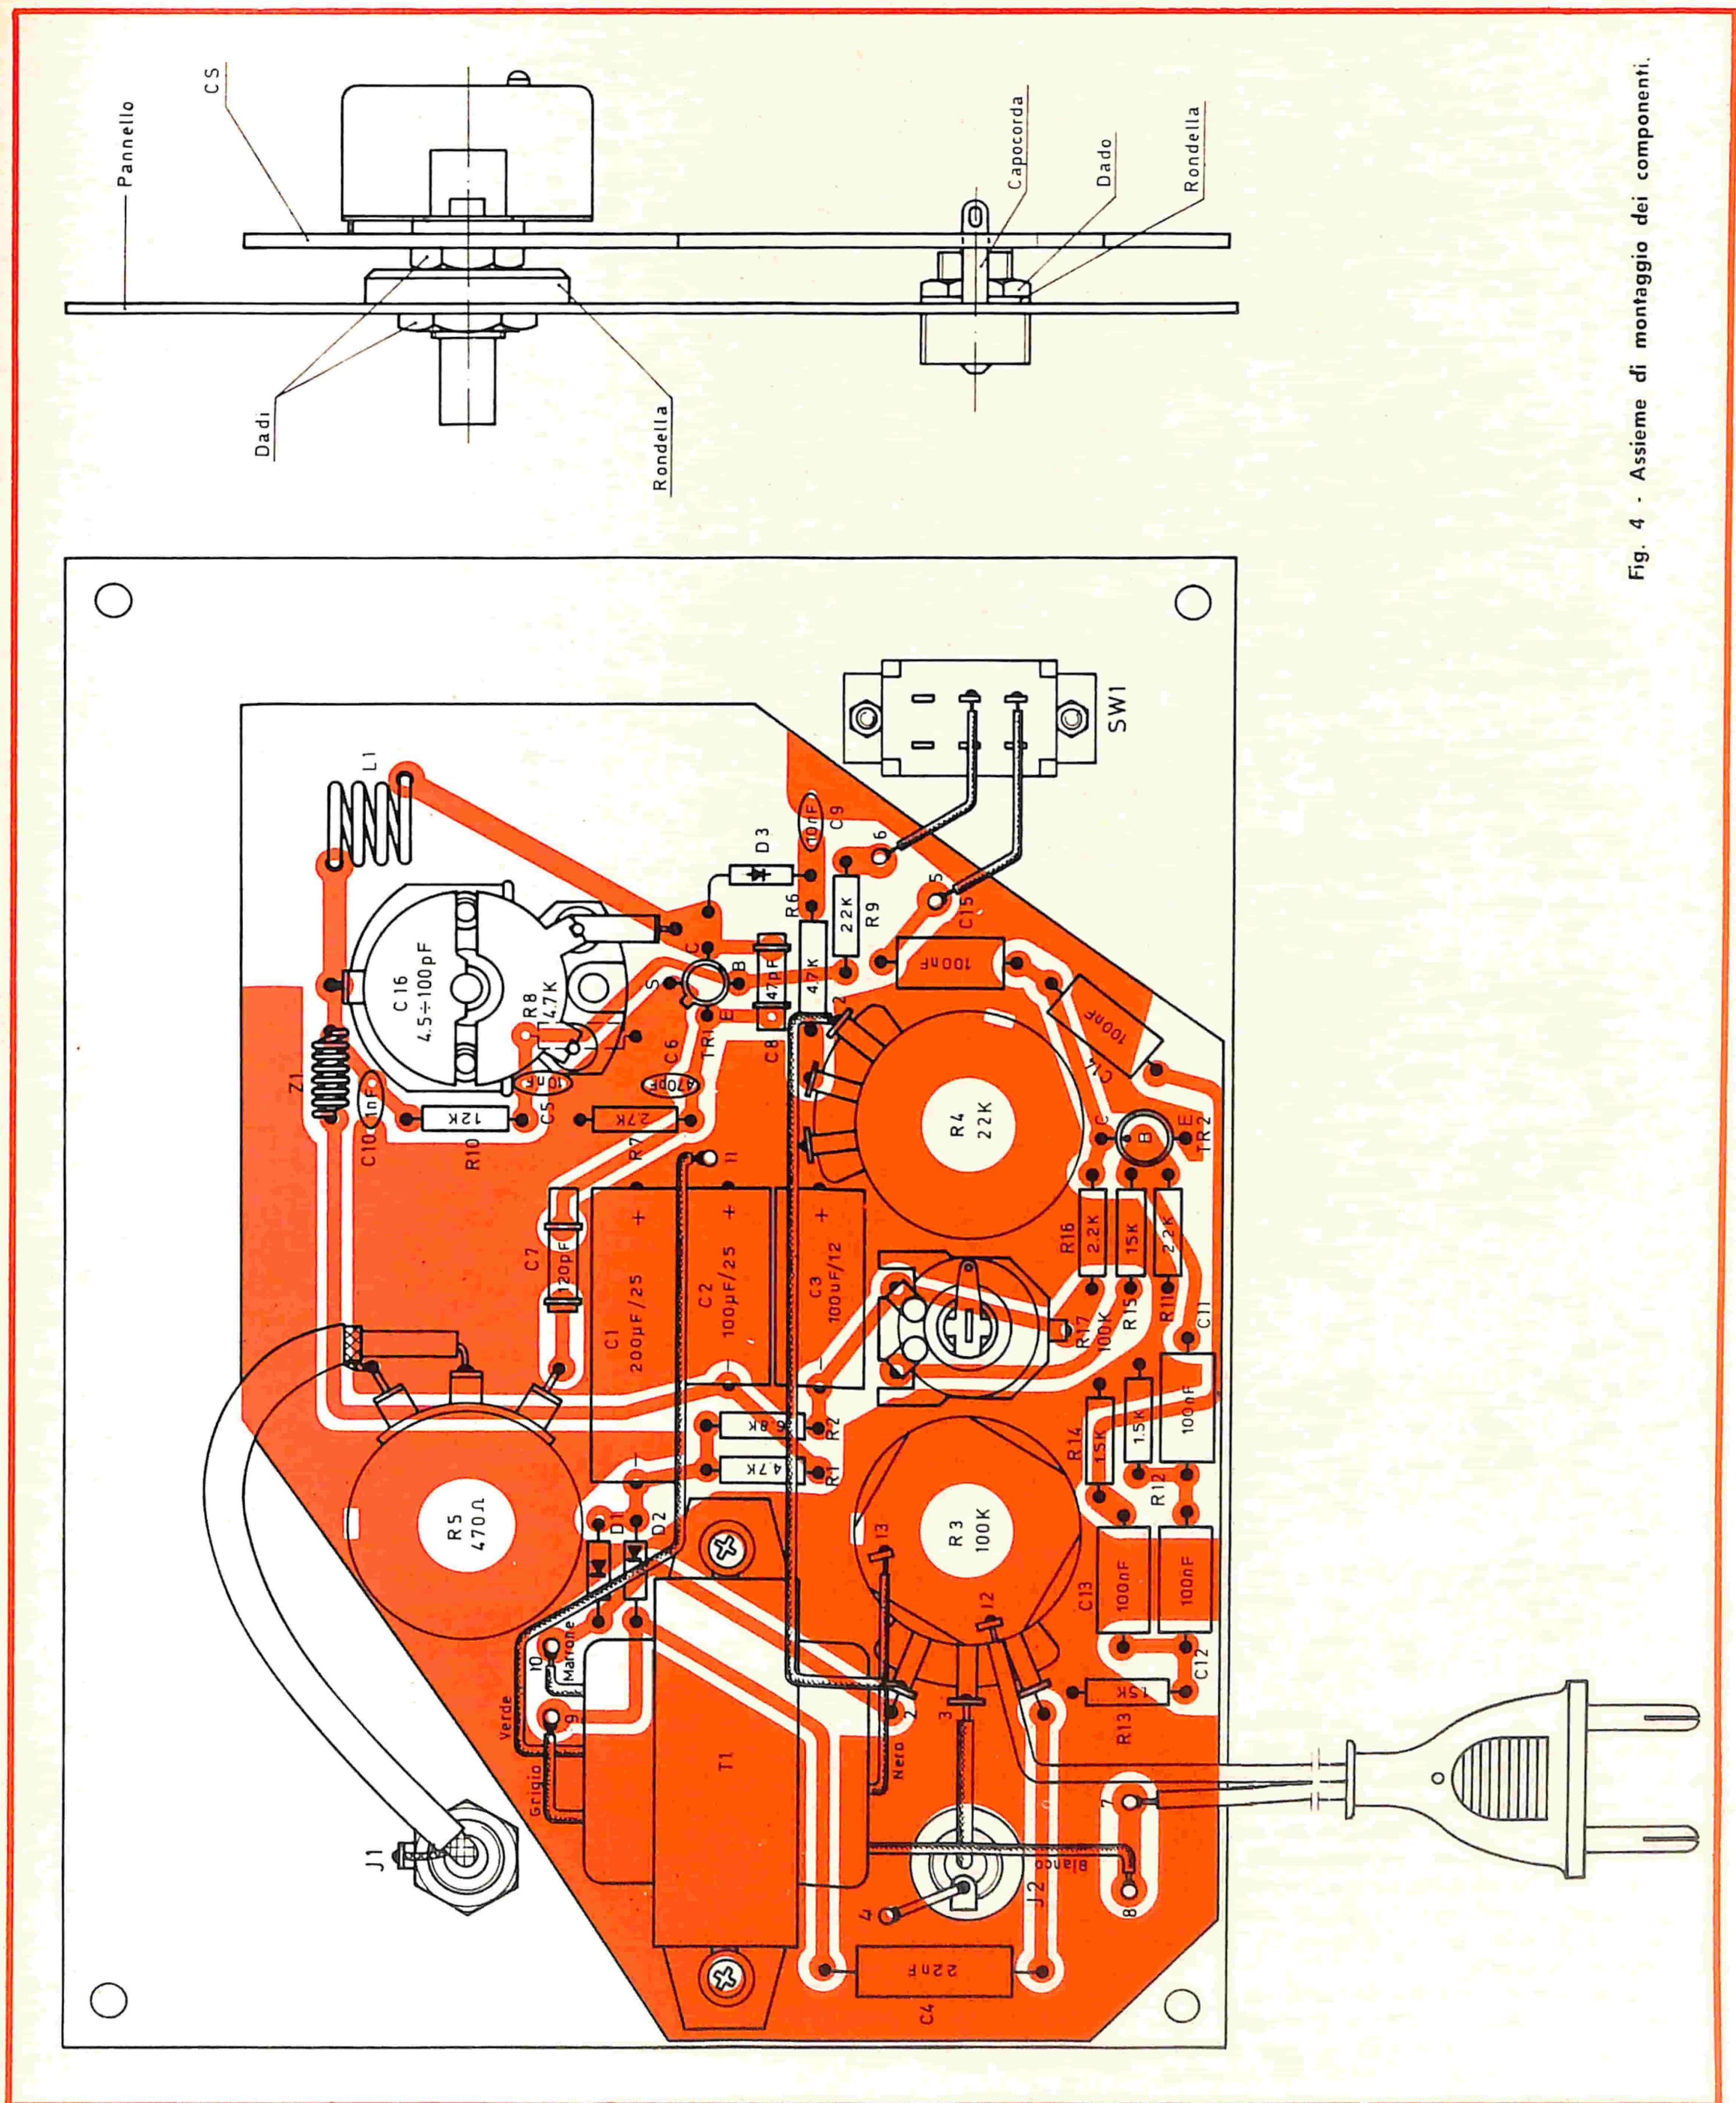

Fig. 4 - Asieme di montaggio dei componenti.
- Montare il trasformatore d'alimentazione orientandolo secondo il disegno (fig. 4) e fissandolo con due viti del $\varnothing$ di 3 x 6 mm, rondelle e dadi.
2ª FASE - Cablaggio - Fig. 4
3^a FASE - Pannello frontale Montaggio delle parti staccate - fig. 4.
- 1) Portare il condensatore variabile C16 con le lamine del rotore tutto aperto — capacità minima — fig 4 facendo coincidere l'indice di sintonia sulla frequenza di 50 MHz indicato sulla scala